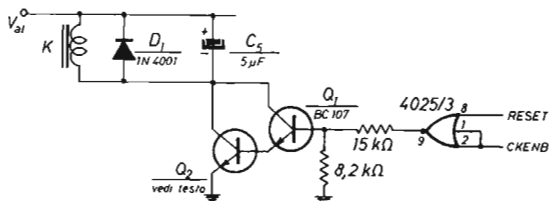

figura 1
a) Il nor 4025/2 (con riferimento allo schema di figura 1, pagina 2279 **cq** 12/78) commuta (come tutti i c-mos) quando la tensione input passa per  $V_{cc}/2$ ; inoltre il relay si diseccita intorno a  $V_{a1}/3$ . Da ciò risulta che il tempo utile per la trasmissione del da-di-da è ridotto a una frazione minima della costante di tempo introdotta da  $C_x$ ; ovvero per un funzionamento corretto è necessario che  $C_x$  abbia, normalmente, una capacità abbastanza elevata ( $1.000 \div 5.000 \mu F$ ).
Come si può vedere dai diagrammi di temporizzazione di figura 5 (**cq** 12/78) i suddetti segnali sono entrambi a zero durante la trasmissione del da-di-da. In tal tempo l'uscita del nor 4025/3 va a « 1 » e tramite uno stadio Darlington può tenere eccitato il relay, come schematizzato in figura 1.
La modifica riassunta e schematizzata in figura 1 ha il vantaggio di eliminare il grosso elettrolitico  $C_x$  che presenta alto costo, eccessivo ingombro, tendenza all'invecchiamento.